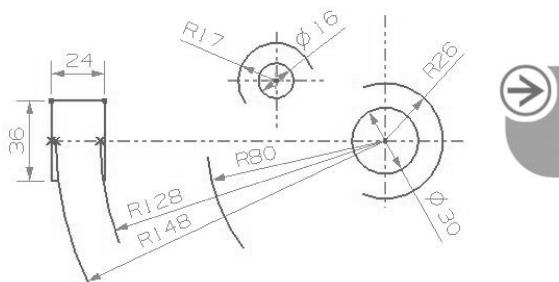

图 2-132 绘制已知线段
- (2) 绘制已知线段，如标注尺寸的线段，如图 2-132 所示。